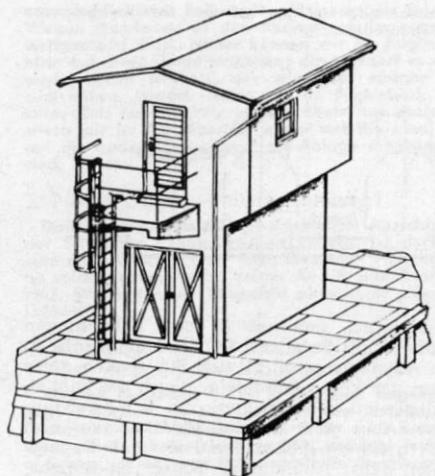

Abb. 3. Perspektivische Übersichtsskizze; im oberen Gebäudeteil befindet sich in Wirklichkeit der Aufzugsmechanismus.
Abb. 3. Größenvergleich zwischen deutschen und amerikanischen Loks. Weiße Flächen: BR 01¹⁰ (O); schraffiert: normale US-2'CI' (USRA); schwarz: „Big Boy“ der „Union Pacific“.